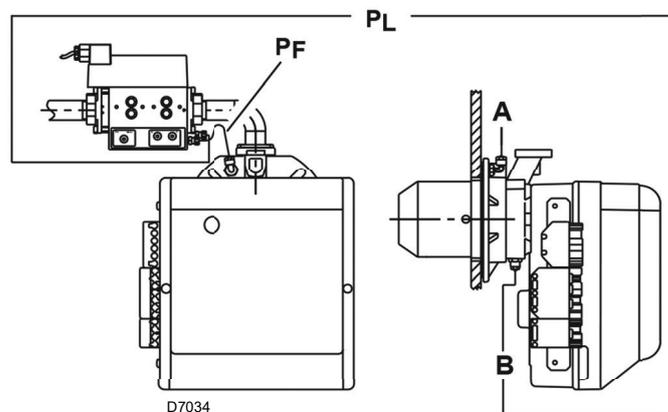

Fig. 15
- fixer le raccord de G1/8 (fourni avec le brûleur) au point A)(Fig. 15) (bride du brûleur).